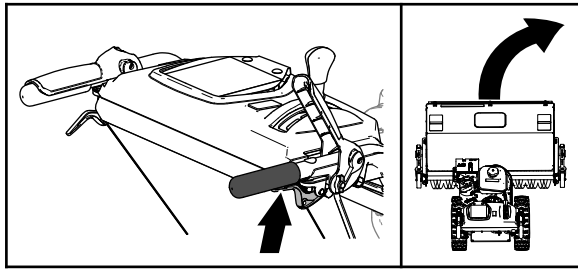

Figura 17
- Para girar a la derecha, apriete la palanca de tracción y apriete la palanca de embrague de la rueda derecha (Figura 17).